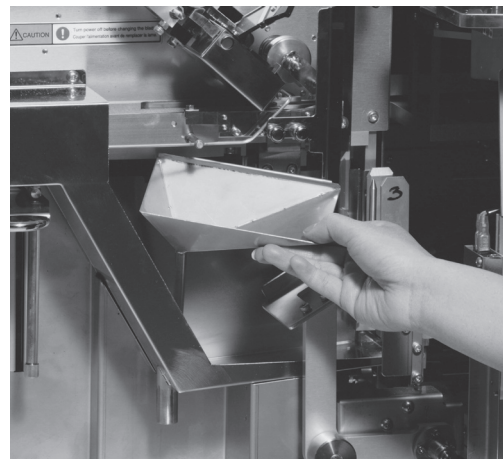

Bild 2-N
2. Positionieren Sie den Trichter so, dass der Auslauf im Xylol Abfall Loch mündet. (Bild 2-N).